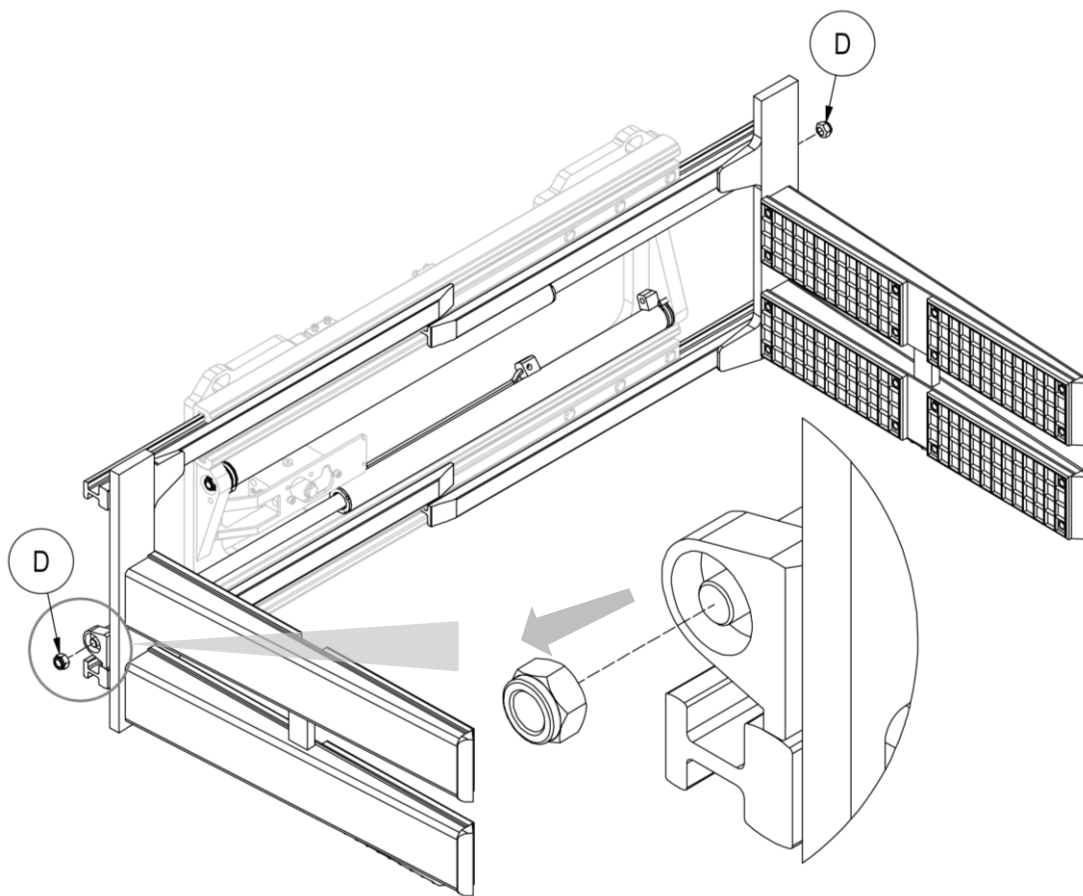

Figura 36
3. Retirar las tuarcas D que unen los cilindros a los perfiles (mira *Figura 36*).